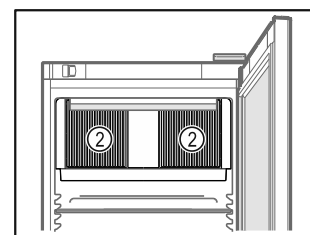

Fig. 72
- Udržiavajte voľné vetracie štrbiny Fig. 72 (2) cirkulačného ventilátora vo vnútornom priestore.